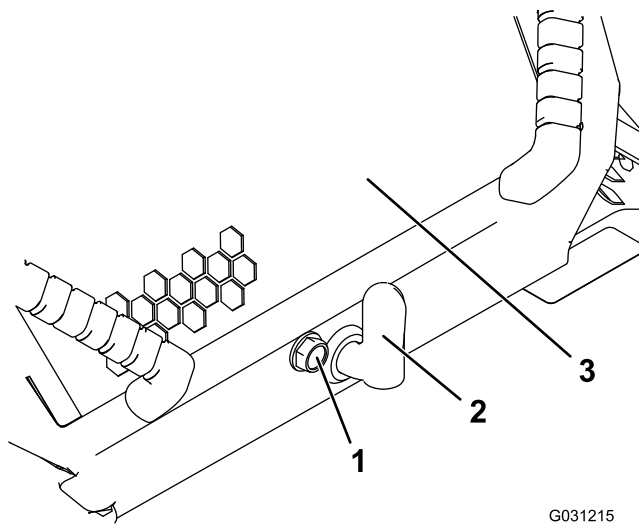

Bild 36
1. Lösen der Arretierschraube an der Motorhaube (Bild 36)
2. Drehen Sie den Motorhaubenriegel nach rechts (Bild 36).
3. Heben Sie die Griffe an und klappen die Motorhaube hoch (Bild 36).
3. Ziehen Sie die Arretierschraube der Motorhaube fest, um den Riegel zu arretieren (Bild 36).